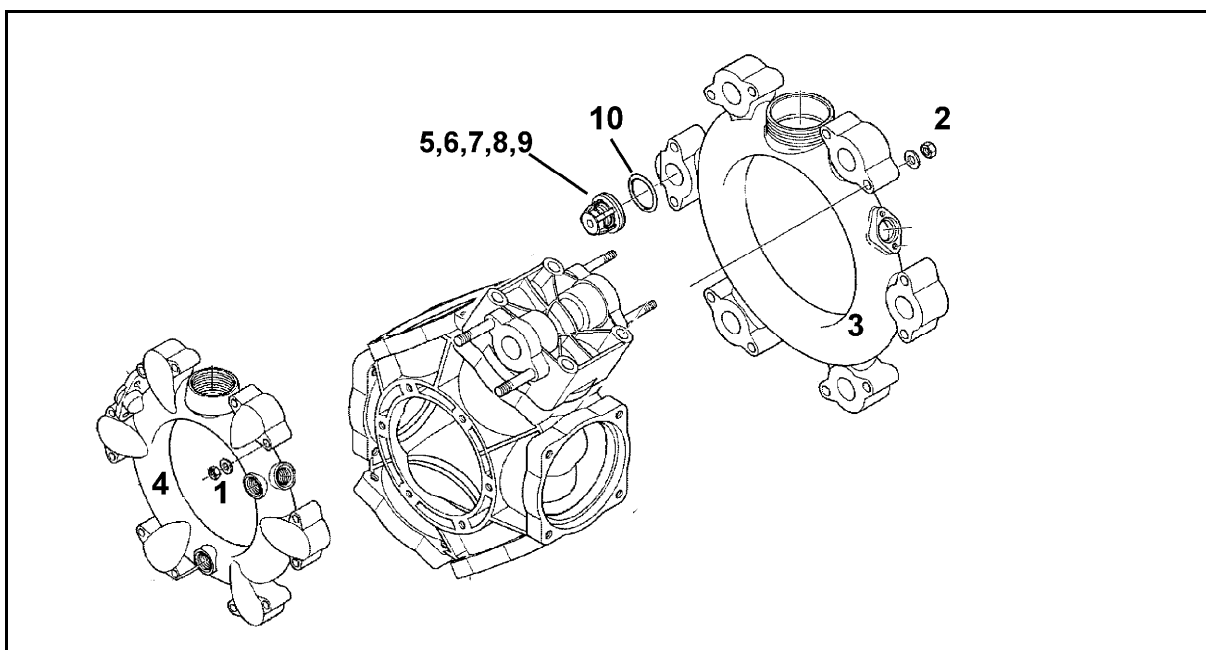

Fig. 182
- Achten Sie auf die jeweilige Einbaulage der saug- und druckseitigen Ventile, bevor Sie die Ventilgruppen (Fig. 182/5) herausnehmen.
- Achten Sie beim Zusammenbau darauf, dass die Ventilfehrung (Fig. 182/9) nicht beschädigt wird. Beschädigungen können zum Blockieren der Ventile führen.
- Die Muttern (Fig. 182/1,2) unbedingt kreuzweise mit dem angegebenen Drehmoment anziehen. Unsachgemäßes Anziehen der Schrauben führt zu Verspannungen und somit zur Undichtigkeit.
2. Muttern (Fig. 182/1,2) entfernen.
3. Saug- und Druckkanal (Fig. 182/3 und Fig. 182/4) abnehmen.
4. Ventilgruppen (Fig. 182/5) herausnehmen.
5. Überprüfen Sie Ventilsitz (Fig. 182/6), Ventil (Fig. 182/7), Ventilfeeder (Fig. 182/8) und Ventilfehrung (Fig. 182/9) auf Beschädigungen bzw. Abnutzung.
6. Den O-Ring (Fig. 182/10) entfernen.
8. Ventilgruppen (Fig. 182/5) nach Prüfung und Reinigung montieren.
9. Neue O-Ringe (Fig. 182/10) einsetzen.
10. Saug- (Fig. 182/3) und Druckkanal (Fig. 182/4) an das Pumpengehäuse anflanschen.
11. Ziehen Sie die Muttern (Fig. 182/1,2) kreuzweise mit einem Drehmoment von **11 Nm** an.
- Befestigen Sie die Kolbenmembrane (Fig. 182/8) derart mit Haltescheibe und Schraube (Fig. 182/11) am Kolben (Fig. 182/9), dass der Rand zur Zylinderkopfseite (Fig. 182/7) weist.
- Die Muttern (Fig. 182/1,2) unbedingt kreuzweise mit dem angegebenen Drehmoment anziehen. Unsachgemäßes Anziehen der Muttern führt zu Verspannungen und somit zur Undichtigkeit.
1. Schraube (Fig. 182/11) lösen und Kolbenmembrane (Fig. 182/8) zusammen mit der Haltescheibe vom Kolben (Fig. 182/9) abnehmen.
3. Nehmen Sie den Zylinder (Fig. 182/10) aus dem Pumpengehäuse heraus.
6. Setzen Sie den Zylinder (Fig. 182/10) wieder in das Pumpengehäuse ein.
7. Kolbenmembrane (Fig. 182/8) montieren.
8. Zylinderkopf (Fig. 182/7) an Pumpengehäuse anflanschen und Schrauben (Fig. 182/6) gleichmäßig über Kreuz anziehen. Verwenden Sie für die Verschraubung Kleber für mittelfeste Verbindungen!
9. Ventilgruppen (Fig. 182/5) nach Prüfung und Reinigung montieren.
11. Saug- (Fig. 182/3) und Druckkanal (Fig. 182/4) an das Pumpengehäuse anflanschen.
12. Ziehen Sie die Muttern (Fig. 182/1,2) kreuzweise mit einem Drehmoment von **11 Nm** an.